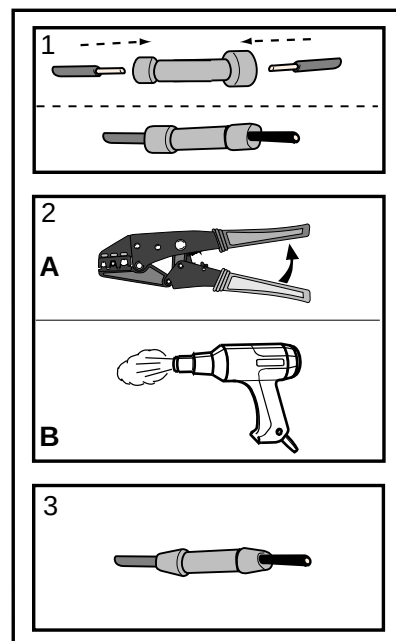

fig. 1
4. Die übrigen Kabeln zwischen die Stoßstange und Karosserie nach den Heckleuchten führen. Die übrigen Kabeln werden mit hilfe von Quetschverbinder an die originale Kabel angeschlossen (siehe abbildung 1).
Der letzte Rote Kabel des Kabelsatzes welche zu die Steckdose führt mit diesem kabel des Fahrzeuges befestigen (siehe Abbildung 1).